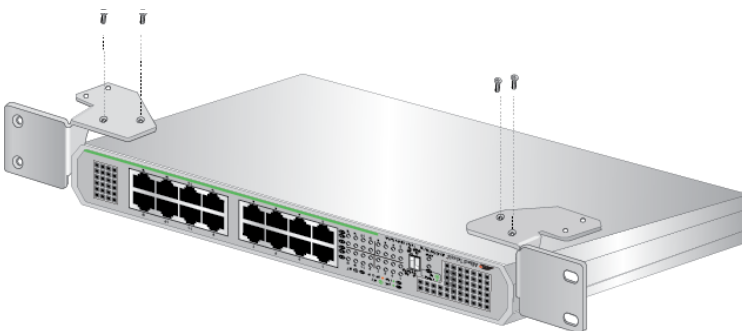

Рисунок 15. Крепление кронштейнов к коммутатору AT-GS910/16
3. Расположите кронштейны по бокам коммутатора и прикрепите их к коммутатору при помощи четырех винтов, как это показано на рис. 15 на стр. 39.